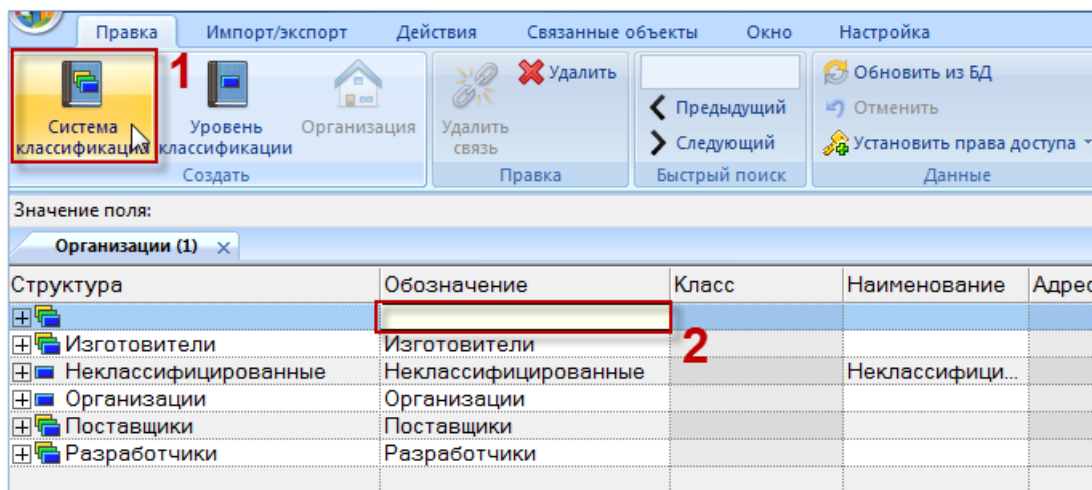

Рис. 9-7 – Создание раздела в справочнике
3) Нажать кнопку «Уровень классификации» или «Система классификации» панели «Создать» вкладки «Правка» (рис. 9-7). При создании раздела, поле «Обозначение» автоматически открывается на редактирование – ввести в него нужное обозначение.